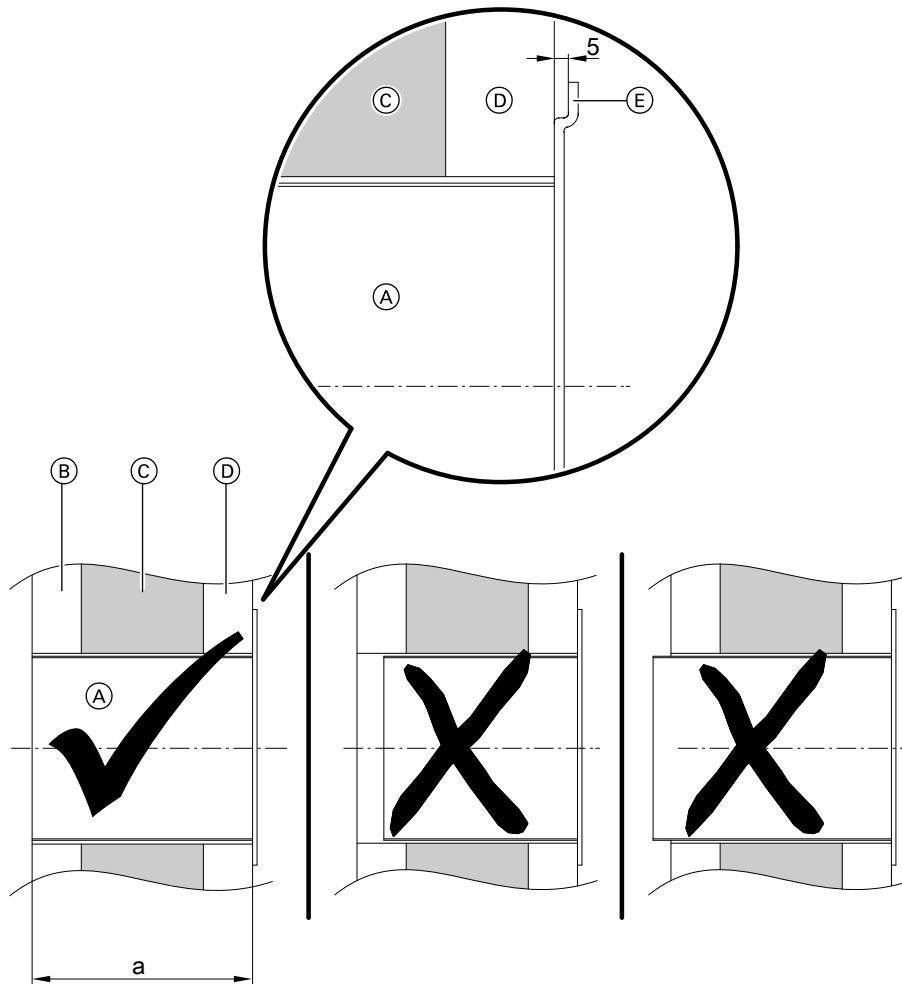

Abb. 5
Falls die Länge der Wandhülse nicht exakt bestimmt wird, kann die Außenwandblende ggf. nicht korrekt montiert werden. Dadurch läuft im Betrieb des Lüftungsgeräts ggf. Kondenswasser an der Außenwand herunter. Länge der Wandhülse gemäß Abb. 5 auf Seite 12 bestimmen.
Länge der Wandhülse gemäß Abb. 5 auf Seite 12 bestimmen.
3. Wandhülse gemäß Abb. 5 auf Seite 12 ausziehen und positionieren.